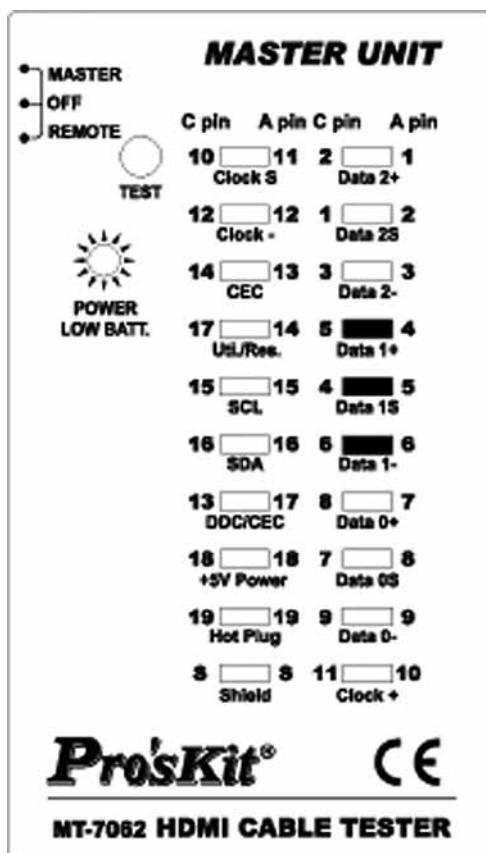

Рис. 4. Короткое замыкание проводников (Short)
- **Короткое замыкание проводников (Short):** сопровождается подачей трех коротких звуковых сигналов и индикацией закороченных проводников. Пример такой неисправности для кабеля HDMI A-A с закороченными проводами 4, 5, 6 и для HDMI (тип A) — Mini-HDMI (тип C) с закороченными проводами 4, 5, 6 приведен на рис. 4.